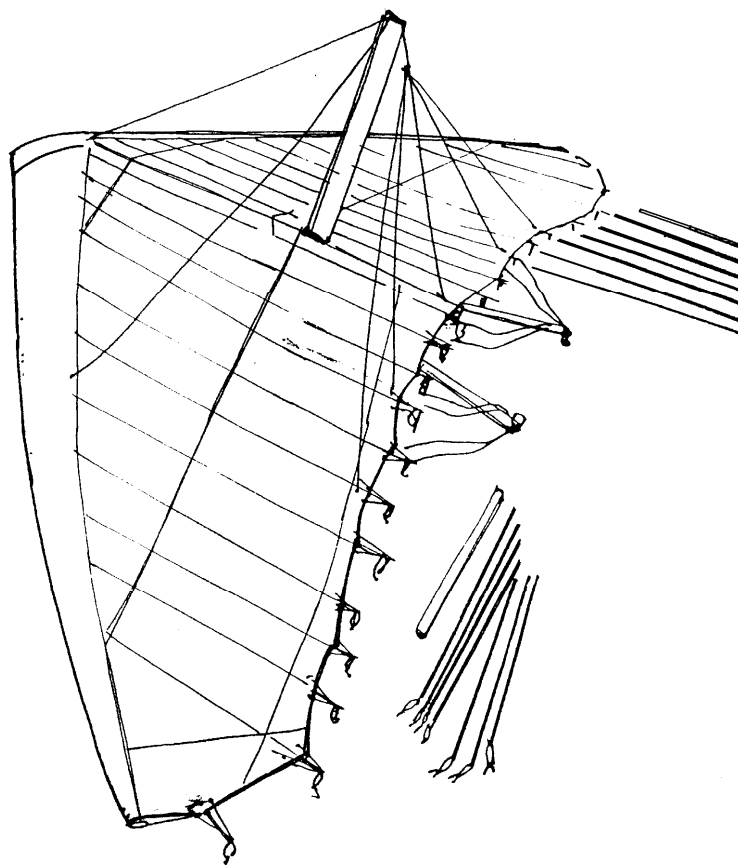

Рис.16
2.2.11. После того, как все латы вставлены в верхнюю поверхность проверьте еще раз правильность сборки крыла. Троса АПУ не должны быть перекручены и цепляться за латы. (Рис.16).